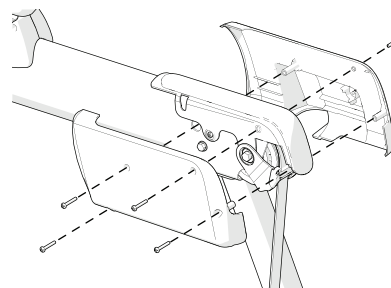

Рисунок 7
6. Закрепите правую внутреннюю и внешнюю крышку боковой опоры на правой боковой опоре. Вставьте пять винтов **6** и затяните их с крутящим моментом 1-1,35 Н·м (8-12 фунт силы-дюймов) с помощью крестовой отвертки № 2 (см. рисунок 7).